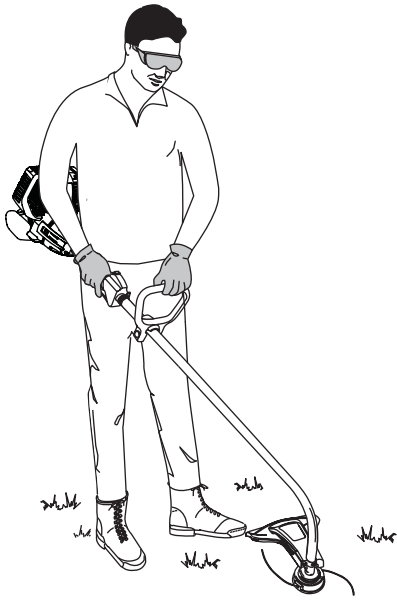

Fig. 13
4. Tenez l'appareil en position d'utilisation (Fig. 13), puis positionnez la poignée en D de manière à assurer une prise idéale.
Avant de faire marcher l'appareil, tenez-vous en position de fonctionnement (Fig. 13). Vérifiez les points suivants: